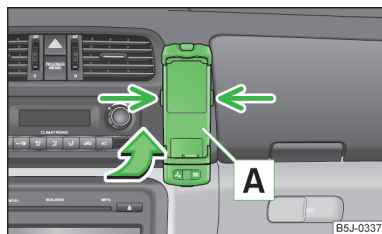

Fig. 83
- Introducir primero el adaptador **A** en el sentido de la flecha » fig. 83 en el soporte hasta el tope. Presionar ligeramente el adaptador hacia abajo hasta que enclave de modo seguro.
- Presionar los enclavamientos laterales del soporte simultáneamente » fig. 83 y extraer el adaptador con el teléfono.